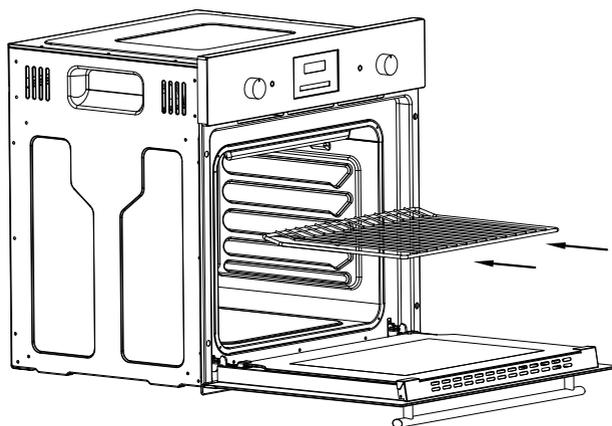

Fig. 1
2. Insérez la grille dans l'enceinte en fonction de la couche souhaitée, le côté surélevé est positionné au fond à l'intérieur (Référez-vous à la fig. 1).